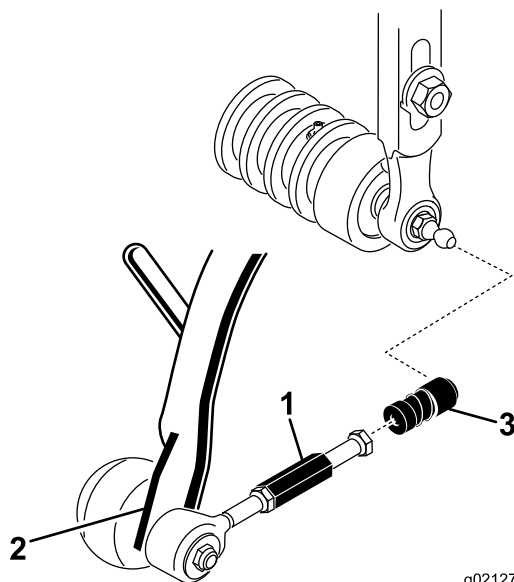

図 8
3. ボールジョイントのレシーバのスリーブを後ろにずらし、レシーバをカッティングユニットのボールスタッドに嵌め合わせる 図 8。